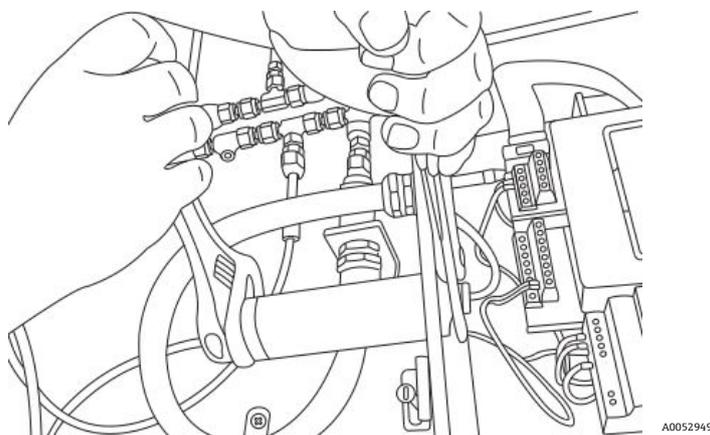

Figure 83. Démontage du capteur de pression
8. Desserrer l'écrou de montage du capteur de pression à l'intérieur du boîtier à l'aide de la clé à molette. Voir la figure 83.